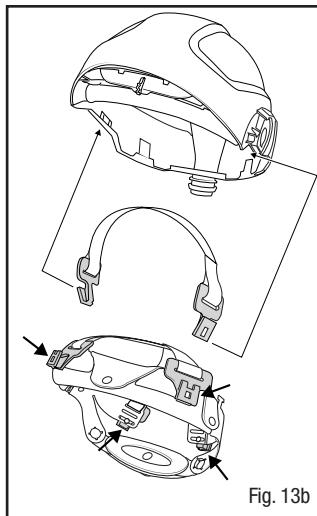

Fig. 13b
- Pour installer la nouvelle coiffe, fixer la seule courroie en toile qui n'est pas reliée au serre-tête à la pièce faciale en insérant les supports dans les fentes. La courroie centrale s'insère dans les fentes situées à côté des pivots de l'écran interne (Fig. 13b).
- Aligner la coiffe avec la calotte en dirigeant le cliquet vers l'orifice d'admission d'air et l'extrémité de la coiffe comportant le coussinet confort vers la visière. Pour terminer l'installation de la coiffe, fixer les supports en plastique de la coiffe dans les autres fentes. Tous les supports doivent être bien fixés. S'assurer que les supports sont complètement enclenchés et à égalité avec les fentes de la calotte (Fig. 13b).